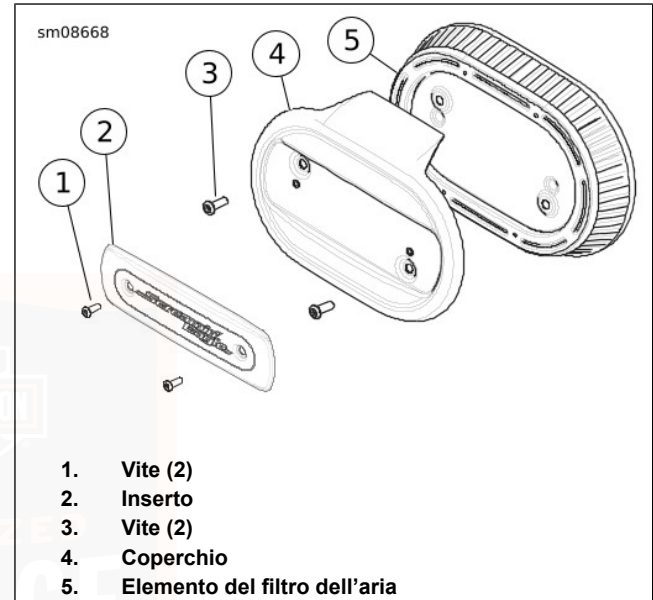

Figura 77. Elemento del filtro dell'aria
Vedere Figura 77. Quando il tempo è umido o piove, l'acqua può penetrare nel motore a causa dell'esposizione dell'elemento del filtro. Con il veicolo parcheggiato, l'acqua può causare corrosione o danni interni al motore. Durante il moto, l'acqua può causare l'accensione regolare del motore.
1. Vedere Figura 77. Rimuovere le due viti (1). Rimuovere l'insero della finitura (2).
2. Rimuovere le viti (3).
3. Rimuovere il coperchio del filtro dell'aria (4) e l'elemento del filtro (5).
1. Vedere Figura 77. Applicare LOCTITE 243 MEDIUM STRENGTH THREADLOCKER AND SEALANT (blu) alle viti (3).
2. Installare l'elemento del filtro dell'aria (5) e il coperchio (4) con le viti (3).